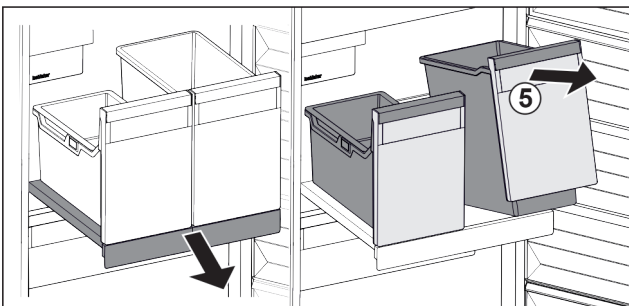

Fig. 84
- ▶ Nosta säiliötä Fig. 84 (5) edestä.